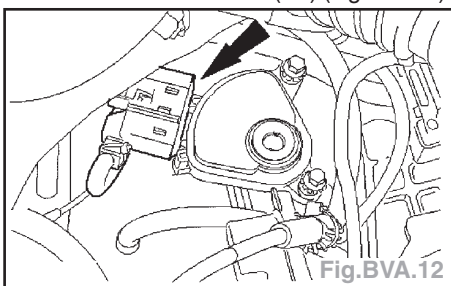

Fig.BVA.12
- Débrancher le connecteur de capteur de sélection de transmission (TR) (Fig.BVA.12).
- Brancher le connecteur de capteur de sélection de transmission (TR) (Fig.BVA.12).